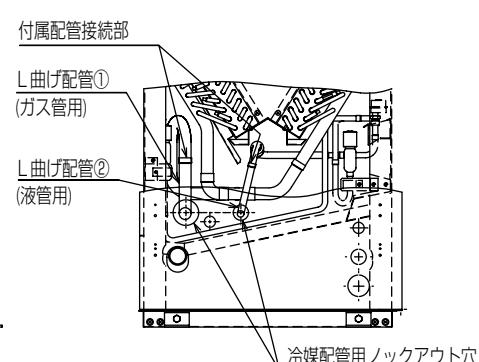
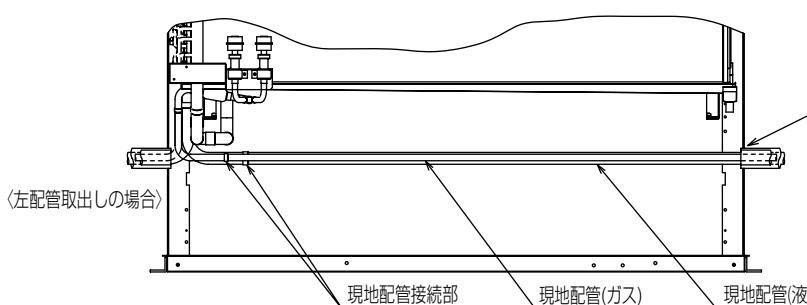

図8
図9
(4) 図8・図9に示すとおり、付属配管・現地配管をろう付接続してください。
現地配管接続部[図9] → 付属配管接続部[図8]
(5) 図9に示すとおりパイプカバーを取付けてください。